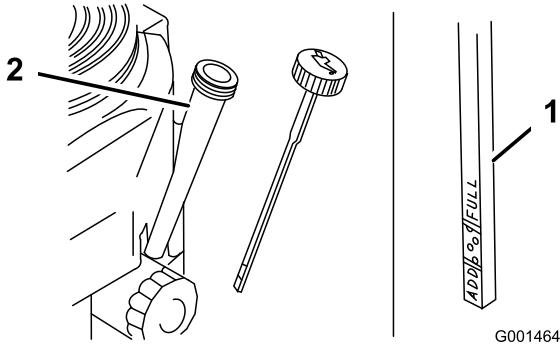

Figura 34
4. Limpie alrededor de la varilla de aceite (Figura 34) para impedir que caiga suciedad por el orificio de llenado y cause daños en el motor.
5. Desenrosque la varilla de aceite y límpie el extremo (Figura 34).
6. Deslice la varilla a fondo en el tubo de llenado, pero no la enrosque en el tubo (Figura 34).
8. Vierta lentamente un 80% aproximadamente de la cantidad especificada de aceite por el tubo de llenado (Figura 34).